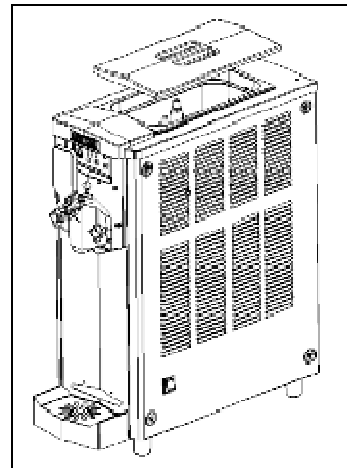

Fig. 30
- Remove the top tank lid (fig. 30).